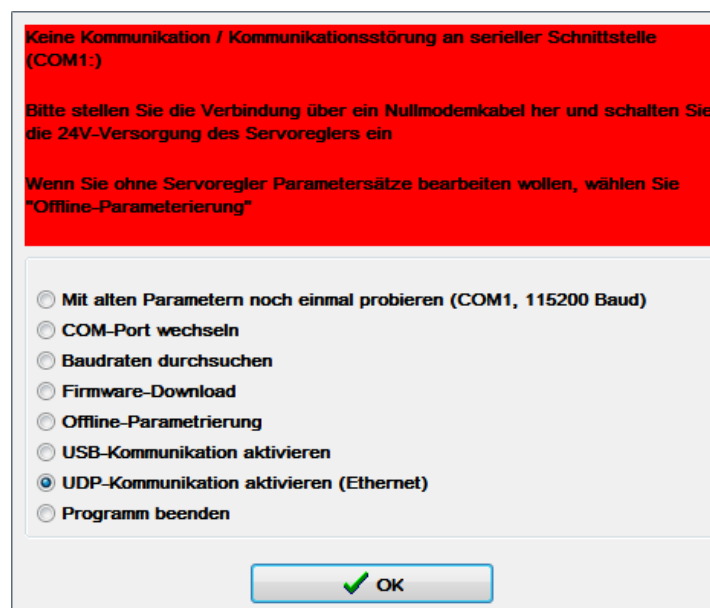

Abbildung 11: Verbindungsauswahl des Afag SE-Commander
2. Afag SE-Commander starten und im Auswahlfenster den Menüpunkt **UDP-Kommunikation aktivieren (Ethernet)** auswählen und mit OK bestätigen (siehe *Abbildung 11*)